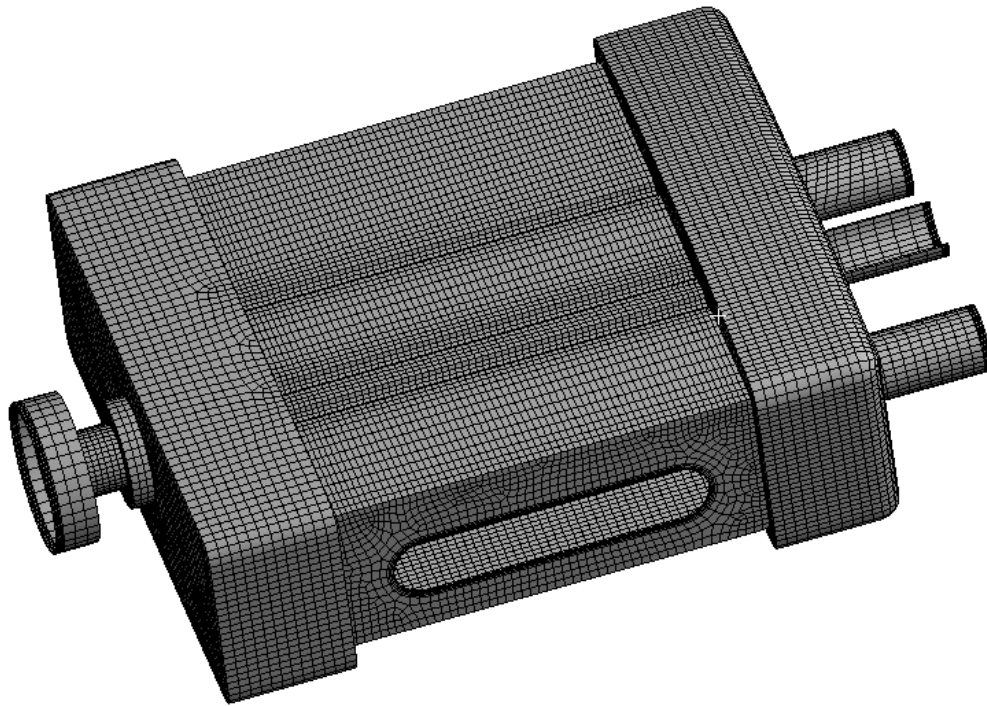

Рис. 25. Генерация сеточной модели
6.9. Нажимаем ПКМ на *Mesh* и выбираем *Generate mesh*. Готовая сеточная модель представлена на рис. 25. Закрываем окно блока *Model*.